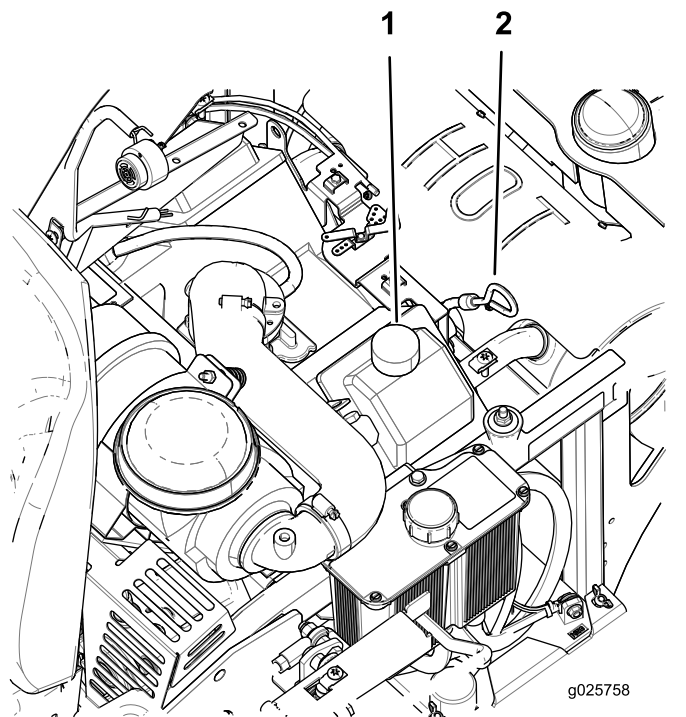

Рисунок 40
4. Чтобы не допустить попадание грязи, скошенной травы и т.п. в двигатель, очистите поверхность вокруг крышки маслозаливной горловины и масломерного щупа, прежде чем снимать их (Рисунок 40).
8. Если уровень масла низкий, протрите область вокруг крышки маслозаливного отверстия, снимите крышку и долейте масло, чтобы довести его уровень до отметки **полный** на щупе (Рисунок 40).
5. Запустите двигатель и передвиньте машину на ровную поверхность. Проверьте уровень масла снова (Рисунок 40).
4. Медленно залейте приблизительно 80% масла указанного типа в заливную горловину и затем медленно добавляйте масло, чтобы довести его уровень до отметки **полный** на щупе (Рисунок 40).